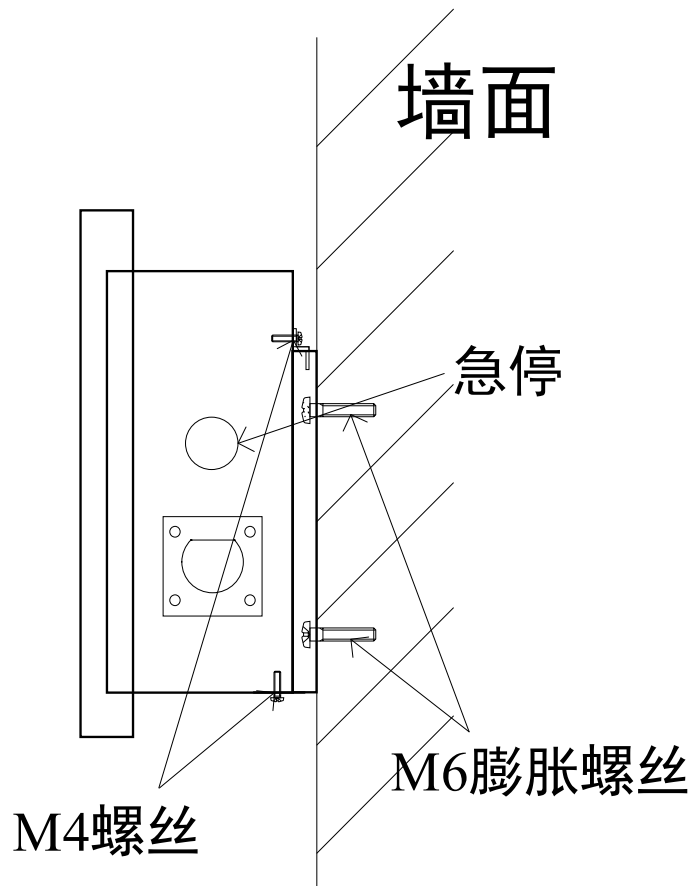

图 5-10 充电主机壁挂示意图
(2) 先将充电主机壁挂件贴在墙上画出打孔位置，用冲击钻配合 6MM 的冲击钻头钻头打孔，将塑料胶塞锤入孔中，再用 M6 的膨胀螺丝固定充电主机壁挂件，最后用随机配送的 M4 螺丝将充电主机与充电主机壁挂件锁付连接即可，如图 5-10。